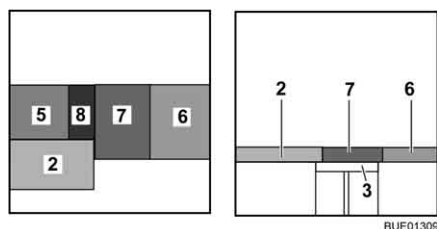

Fig. 142 Dopo la trasformazione
- Posizionare il cuscino del divano (Fig. 142,7) al centro.
- Posizionare il cuscino dello schienale (Fig. 142,6) tra il cuscino del divano e la parete.